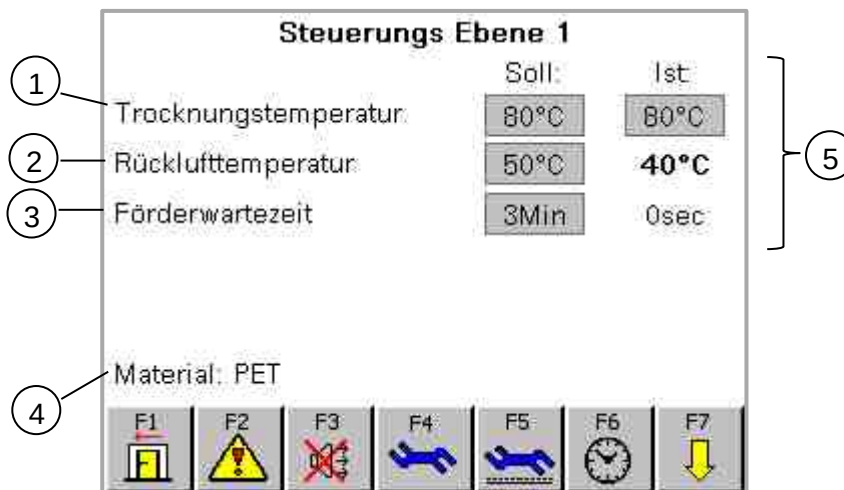
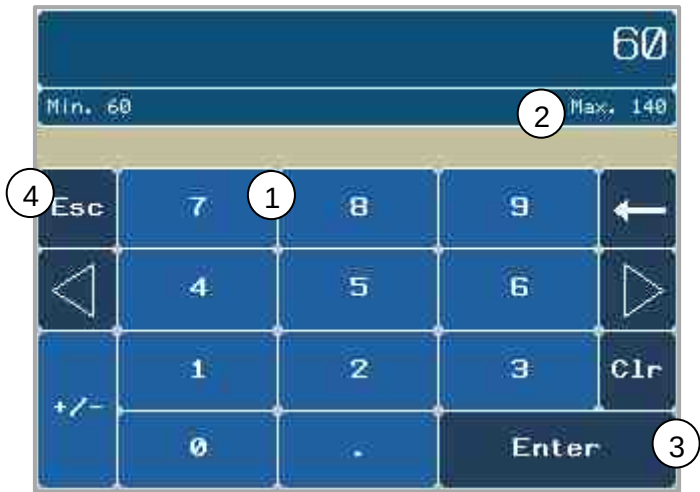

Abb.41 Niveau de commande 1
Abb.43 Écran de saisie
Au niveau de commande 1, les valeurs de consigne pour la température peuvent être modifiées dans le cadre de ces limites indiquées. Pour cela, effleurer dans Abb.41 un champ correspondant de valeur de consigne.
En effleurant une valeur de consigne dans le niveau de commande 1 (Abb.41), un écran de saisie apparaît (voir Abb.43).
1. Saisir la nouvelle valeur de consigne sur le clavier (1) dans le champ de saisie (2).
2. Confirmer la nouvelle valeur de consigne avec "Enter" (3)
3. La saisie est interrompue avec ESC (4).
Pour le déroulement des affichages de température dans Abb.41 , il est possible d'afficher une vue d'ensemble des tendances. Pour cela, effleurer la valeur réelle (pos. 5) de la température de séchage dans Abb.41 .
En effleurant F6 dans le niveau de commande 1 (Abb.41), l'écran de la minuterie hebdomadaire apparaît.
Pour le passage au "Niveau maître", effleurer la touche de service F4 dans le niveau de commande 1 (Abb.41) ou niveau de maintenance 1 (Abb.46).
Si la touche de service F4 a été effleurée dans le niveau de commande 1 ou le niveau de maintenance 1 (Abb.41 ou Abb.46), la fenêtre de dialogue suivante s'ouvre :